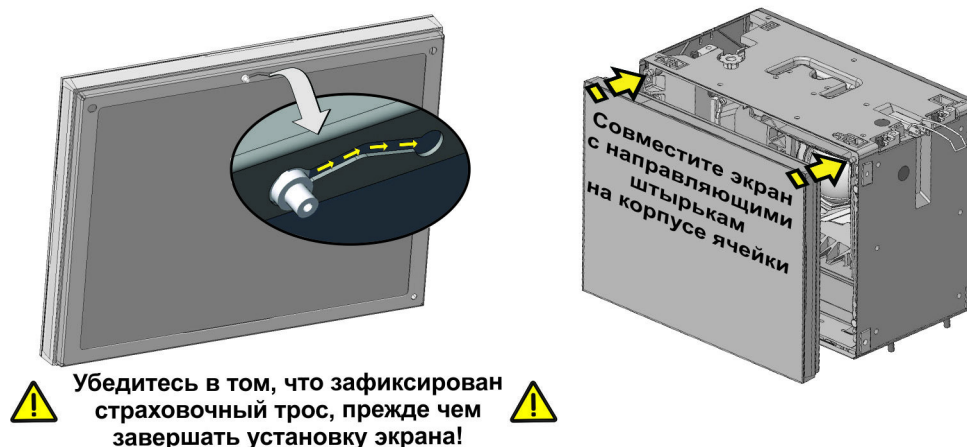

Рис. 2-10 Установка экрана
1. Вытяните тросик в верхней части корпуса ячейки и зафиксируйте его в защелке экрана (Рис. 2-10). Тросик защищает экран от падения в случае сильной вибрации.